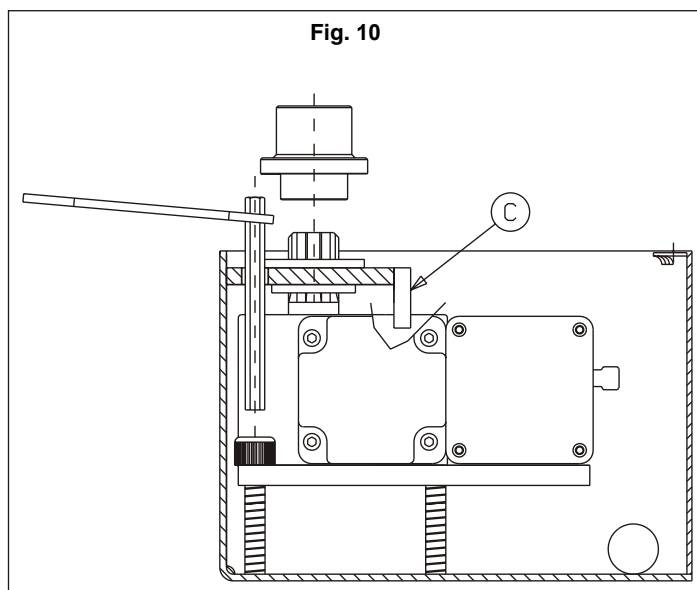

Fig. 11
- Разместите карточку "CA" (рис.11) в положении точки "M" относительно стрелки.